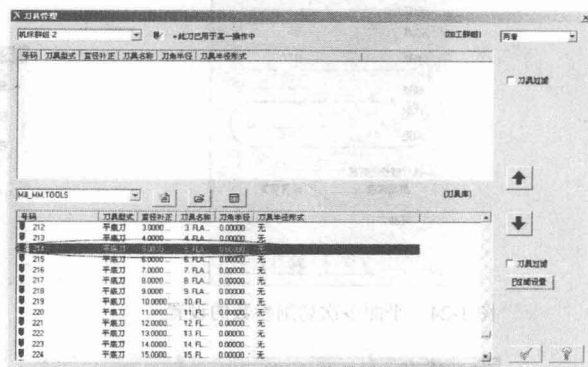
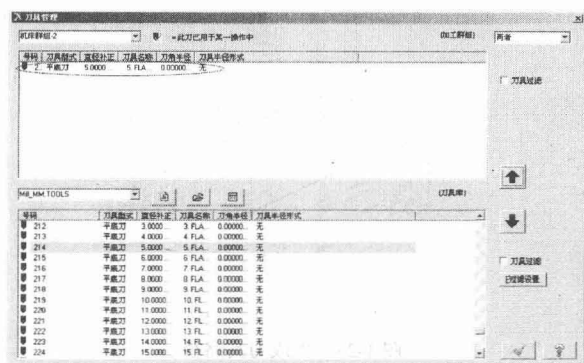

图 1-20 选择刀具类型
图 1-21 复制刀具到群组
(2) 打开【刀具管理】对话框，选择编号为 214，直径为 $\phi 5$ 的平底刀，如图 1-20 所示，具体刀具参数已在图中列出。单击 按钮将刀具资料复制到群组中，如图 1-21 所示，然后单击 按钮。